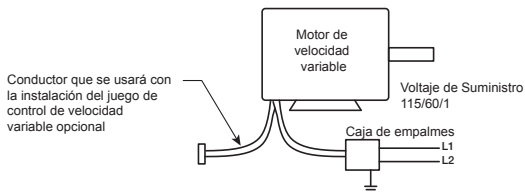

Figura 3
- 1. Consulte la Figura 3 y la placa de identificación del motor para conocer los procedimientos de cableado. El motor y el ventilador deben estar conectados a tierra de manera segura (en metal desnudo) en una conexión eléctrica a tierra adecuada, como una tubería de agua subterránea o un sistema de cable de conexión a tierra.